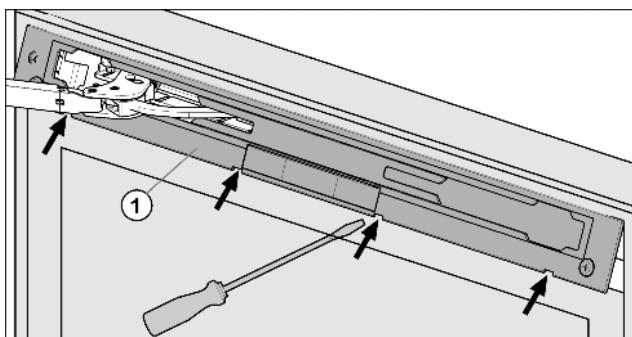

Fig. 4
- ▶ Выберите накладку Fig. 4 (1) из зацепления и снимите ее с помощью шлицевой отвертки.